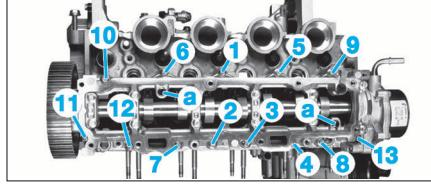

FIG. 63
- Reposer le carter supérieur de paliers d'arbre à cames sur la culasse en le centrant à l'aide de deux piges (Fig. 63) introduites dans les trous prévus à cet effet.
- Approcher puis serrer progressivement les vis de fixation dans l'ordre indiqué (Fig. 63).